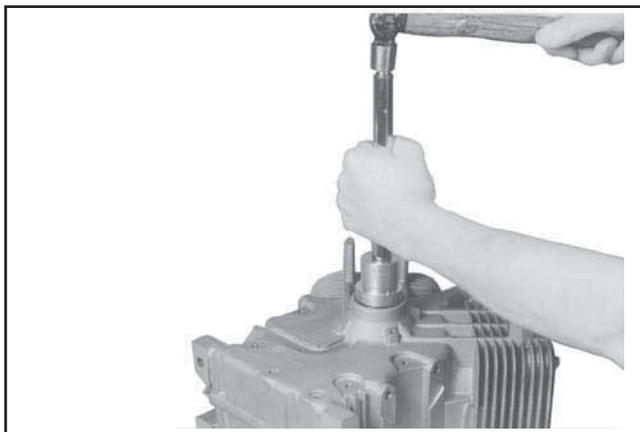

Figure 11-2. Montage du déflecteur d'huile.
3. Introduire les déflecteurs d'huile dans le carter moteur à l'aide d'un outil de montage des déflecteurs d'huile. Vérifier que le déflecteur d'huile est placé correctement et bien droit dans le trou et que l'outil atteint le fond du carter moteur. Voir la Figure 11-2.